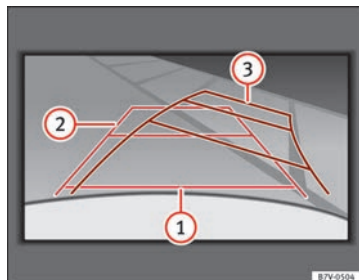

Fig. 150 Display: linee di orientamento dello spazio per parcheggiare dietro al veicolo.
Significato delle linee di orientamento proiettate sul display ⇒ fig. 150. Tutte le lunghezze delle linee di orientamento prendono come riferimento un veicolo posto su una superficie orizzontale.
- Indietreggiare lentamente e girare il volante in modo che le linee gialle di orientamento la guidino fino allo spazio ⇒ fig. 150 ③.